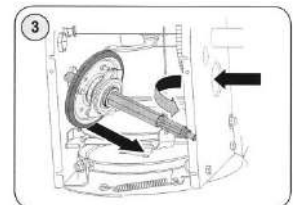

Figure 26
NOTE: Si vous remplacez l'ensemble de la roue de friction, jetez la pièce usée et faites glisser la nouvelle pièce sur l'arbre hexagonal. Suivez les étapes au-dessus de la roue de friction et ne remplacez que la bague en caoutchouc, procédez comme suit. Voir la figure 26.
4. Dévissez et retirez le bouchon de remplissage d'huile du tube de remplissage d'huile. Notez le niveau d'huile. Si la lecture d'huile sur la jauge est inférieure à la marque «LOW», ajoutez lentement de l'huile pour atteindre le niveau «HIGH». Voir la figure 26.